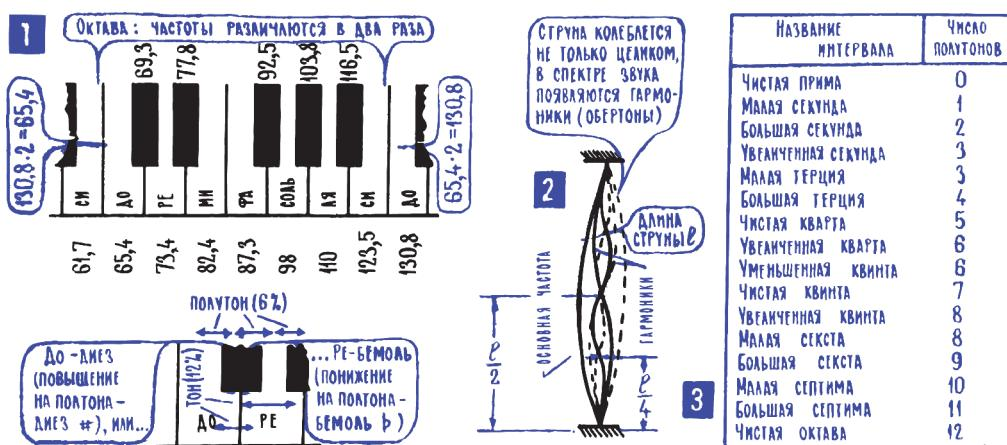
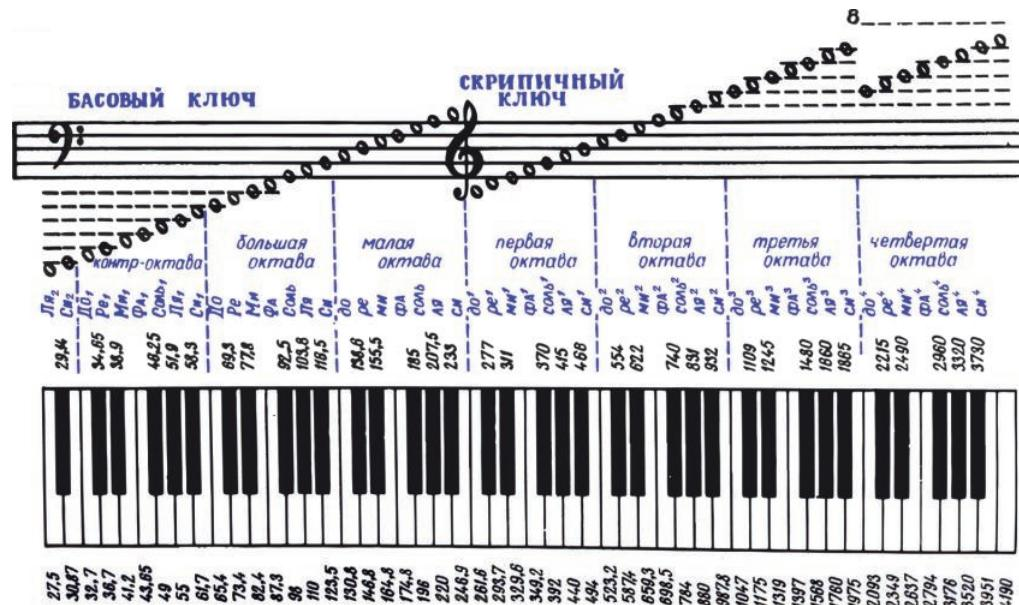

Рис. 14.1. Устройство музыкальной октавы
Рис. 14.2. Устройство и частоты хроматической музыкальной шкалы
**3. Октава: частотный интервал между звуками, частота которых различается в два раза и звучание которых поэтому кажется похожим.** Похожесть некоторых разных музыкальных звуков легко обнаруживается, если, например, прислушаться к звучанию двух разных *до* или любых других двух звуков с одинаковыми названиями. Явно слышится, что частота у двух таких одноименных звуков разная, что одно *до* намного выше другого, но в то же время явно слышится, что они чем-то очень похожи. Заметить признаки такой похожести тоже нетрудно: частота любого *до* ровно в два раза больше, чем предыдущего, и ровно в два раза меньше, чем последующего. Это относится ко всем одноименным нотам: у двух соседних *ре*, двух соседних *ми* и т. д. частота всегда различается в два раза. Этот частотный интервал «в два раза» называется октавой (рис. 14.1; 1), а кроме того, октавой называют все звуки, которые лежат в пределах этого интервала, все ноты, которые находятся между двумя соседними *до*.
Чтобы сделать предположение о физической природе похожести звуков с кратными частотами, достаточно посмотреть, как происходит колебание реальной струны (рис. 14.1; 2). Струна колеблется не только целиком, но еще и своими отдельными частями, колебательные движения совершают половинки струны, четвертушки, участки, равные одной трети длины, одной пятой и т. д. Эти дополнительные колебания как раз и создают высшие гармоники в звуковом спектре струны, создают призвуки, которые определяют ее спектр, окраску звучания. А когда струна работает как приемник звука (гл. 7; 10), то она резонирует не только на основной частоте, но и на обертонах, на высших гармониках. Например, струна, настроенная на 110 Гц (ля большой октавы, см. рис. 14.2), будет резонировать и на частотах 220 Гц, 330 Гц, 440 Гц... Можно предположить, что наши природные акустические резонаторы, подобно струне, резонируют на высших частотах, кратных основной частоте, и особенно сильно на частотах, которые в два,
В пределах октавы – 12 частотных ступенек «высотой» примерно в 6 %2 (рис. 14.1; 1); если 12 раз последовательно увеличивать или уменьшать частоту на 6 %, то в итоге получится изменение частоты на 100 %, то есть в два раза. Частотный интервал между двумя соседними нотами получил название «полутон», интервал в два полутона называется «тон». В пределах октавы – 12 полутонов, на всей музыкальной шкале семь полных октав, и каждая из них имеет свое название (рис. 14.2).
**4. Одновременное звучание двух нот в зависимости от соотношения между их частотами может быть благозвучным (консонанс) или неблагозвучным (диссонанс).** Одновременное звучание двух нот с интервалом в октаву, то есть звуков, частоты которых различаются в два раза, создает ощущение единого слитного звука. Называется такое созвучие «совершенным консонансом», то есть идеально согласованным звучанием, чистой октавой (рис. 14.1; 3). Кроме совершенного консонанса, наблюдаются еще и другие благозвучные сочетания, они появляются в том случае, когда оказываются согласованными некоторые гармоники двух звуков. Так, например, консонансом в какой-то степени можно считать чистую квинту, при которой частота 3-й гармоники одного звука совпадает с частотой 2-й гармоники другого. Пример: третья гармоника ля малой октавы имеет частоту  $220 \cdot 3 = 660$  Гц, вторая гармоника ми1 (то есть ми первой октавы) имеет частоту  $329,6 \cdot 2 \approx 660$  Гц. Созвучие ля-ми, как и другие созвучия с интервалом в семь полутонов, называется квинтой, его вполне можно считать консонансом, хотя и несовершенным. К числу несовершенных консонансов также относятся квarta и терция, все остальные созвучия – диссонансы, то есть несогласованные, неблагозвучные звукосочетания.